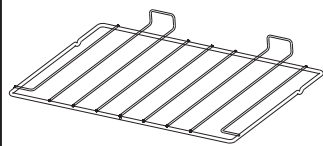

Fig. 2.22
- 1 rejilla que se dobla hacia abajo (**Fig. 2.22**)